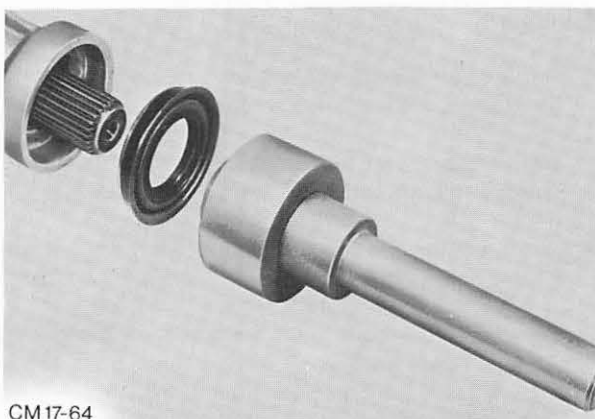

Abb. 122 Radialdichtring – Getriebeverlängerung mit Werkzeug 17-002 einpressen
3. Neuen Radialdichtring mit Werkzeug 17-002 einpressen. Abb. 122.